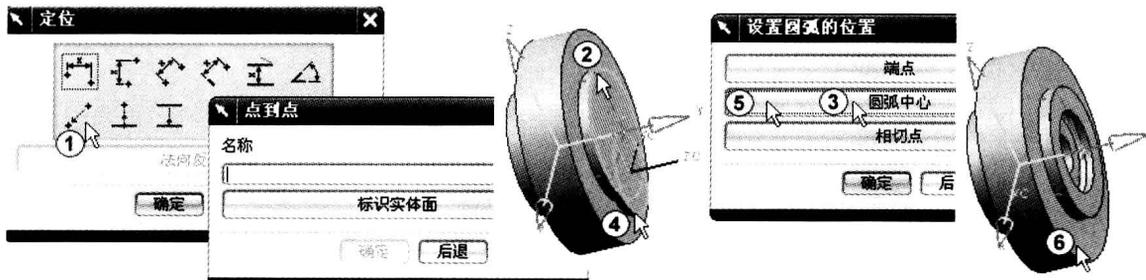

图 1-14 定位腔体 1
(2) 定位腔体 1。系统弹出“定位”对话框，单击“点到点”图标按钮 ，如图 1-14 中①所示。选择如图 1-14 中②所示的圆弧边线作为尺寸标注目标对象。系统弹出“设置圆弧的位置”对话框，选择“圆弧中心”，如图 1-14 中③所示。选择如图 1-14 中④所示的圆柱边作为工具边，系统再次弹出“设置圆弧的位置”对话框，选择“圆弧中心”，如图 1-14 中⑤所示。结果如图 1-14 中⑥所示。